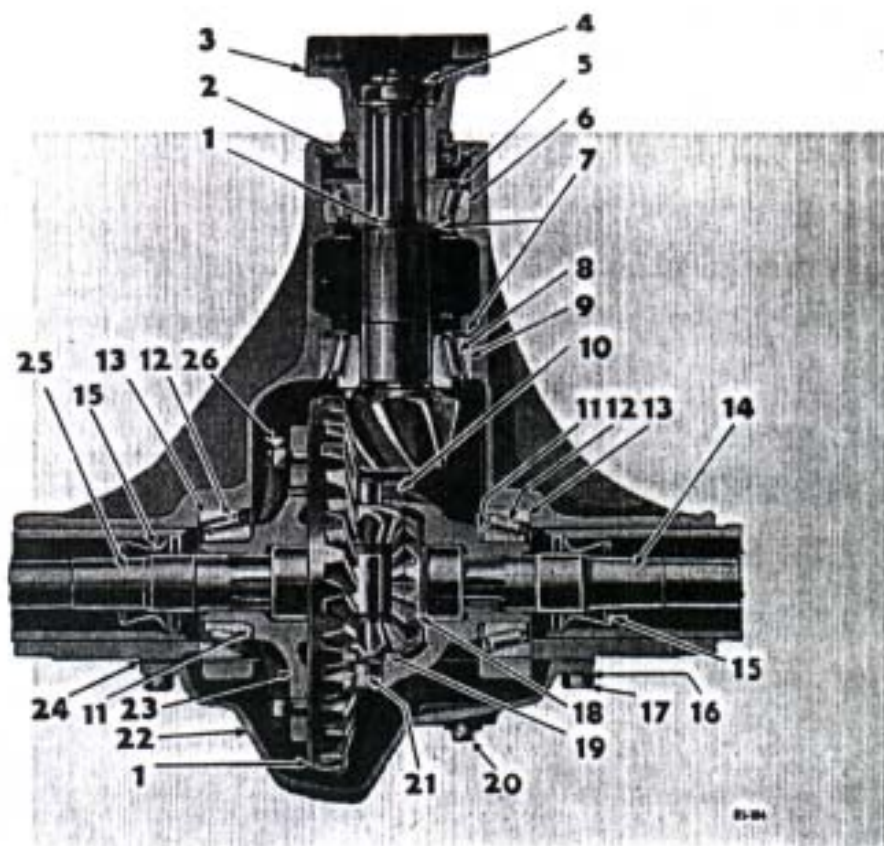

Fig. 259. — Diferencial Delantero. Corte de Puente Delantero Importado.
- c) El puente delantero no tiene bloque de empuje para los semiejes (Fig. 259).
- d) El puente delantero posee, al costado de cada cojinete de la caja del diferencial, un retén interior de aceite resguardado por una guía metálica para que al introducir los semiejes no se dañen dichos retenes (Fig. 259).